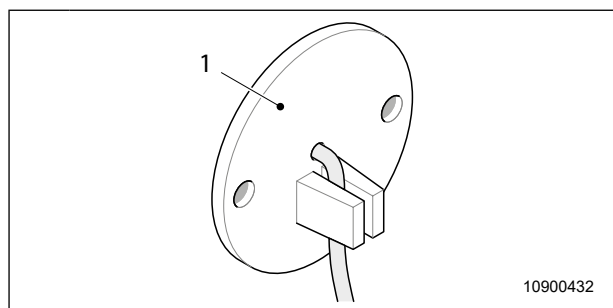

Fig. 62 Dispositivo di blocco del tratto del condotto
Il dispositivo di blocco del tratto del condotto (Fig. 62, pos. 1) si trova nel bagno.